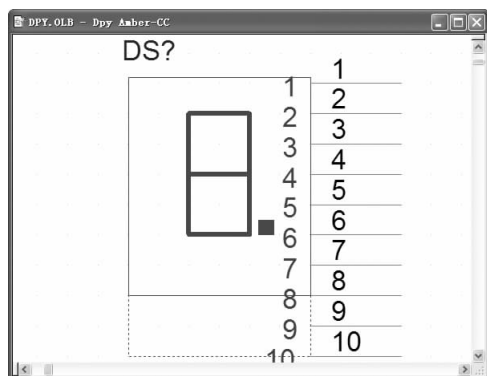
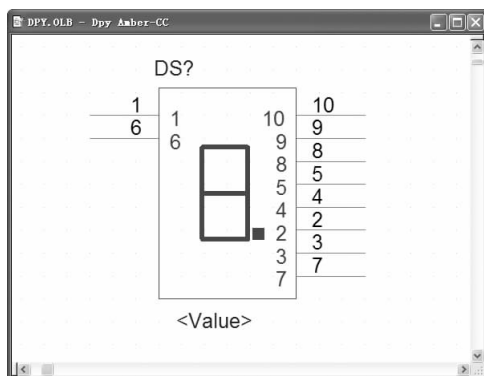

图 6-220 放置引脚
图 6-221 所有引脚布局完成
7) 此时光标上带有一组引脚的浮动虚影，移动光标到目标位置，单击鼠标即可将该引脚放置到图样上，结果如图 6-220 所示。按照要求将阵列的引脚放置到矩形外框两侧，结果如图 6-221 所示。